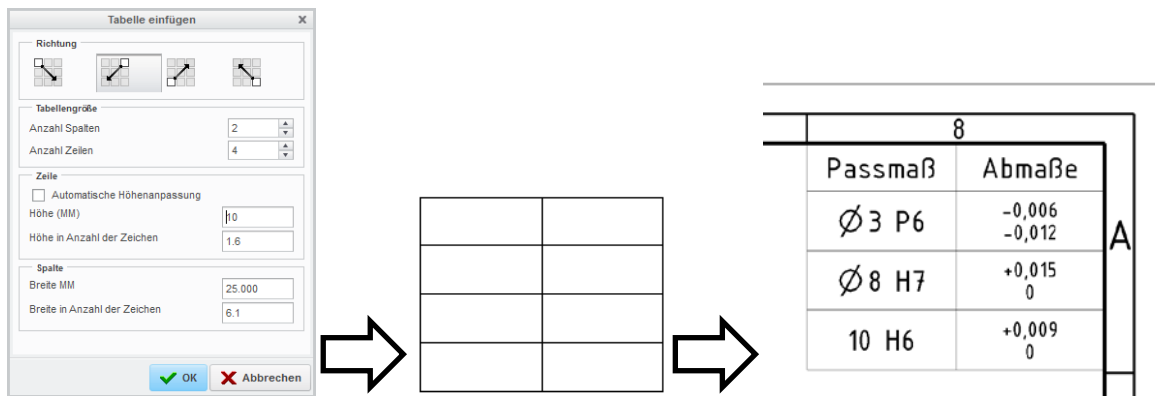

Abb. 15 Tabellenkonfiguration
► :Tabelle: ► Tabelle ► Tabelle einfügen... ► Richtung  ► Tabellen-, Zeilen-, und Spaltengröße entsprechend Abb. 15 konfigurieren ► OK ► Tabelle mit [LMT] ablegen